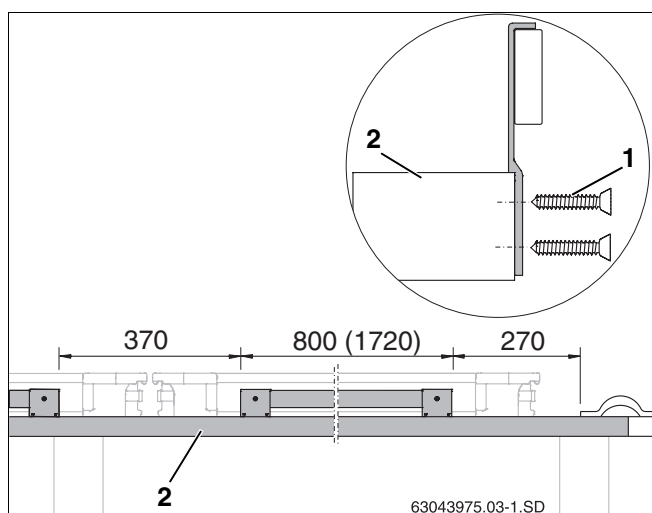

Fig. 11 Fixer les dispositifs anti-glisserment sur la latte (dimensions en mm, valeurs entre parenthèses = version horizontale)
- Poser le dispositif anti-glisserment prémonter sur la première latte supplémentaire (fig. 11, **pos. 2**) et le fixer à l'aide de deux vis 4×40 (fig. 11, **pos. 1**) (respecter les dimensions indiquées).